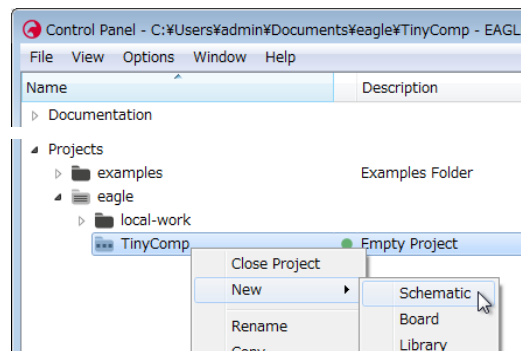

図 4
- ① TinyComp フォルダを右クリック→[New]→[Schematic]と進みます。図 4